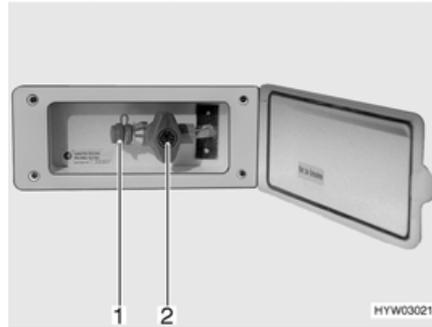

Bild 130 Externer Gasanschluss (Gasabsperrrventil geschlossen)
Der externe Gasanschluss (Bild 130) befindet sich je nach Modell am Heck oder auf der linken bzw. rechten Fahrzeugseite.
- Externes Gasgerät an der Anschluss-Stelle (Bild 130,1) anschließen.
- Das Gasabsperrrventil (Bild 130,2) öffnen.